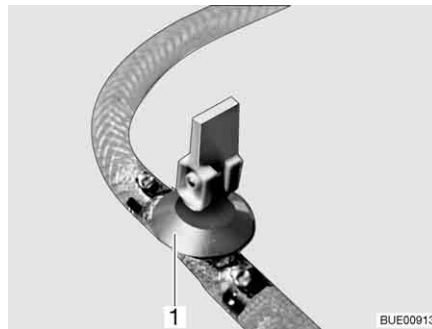
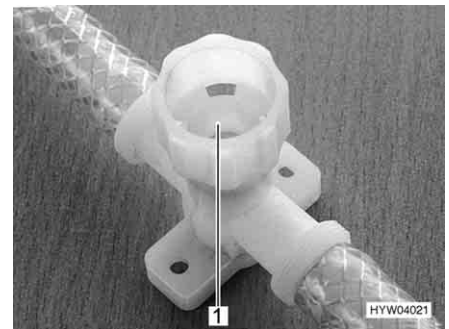

Bild 207 Ablasshahn (mit Kipphebel)
Bild 208 Ablasshahn (mit Drehkappe)
- Alle Ablasshähne schließen. Dazu den Kipphebel des Ablasshahns (Bild 207, 1) waagrecht stellen oder die Kappe des Ablasshahns (Bild 208, 1) im Uhrzeigersinn drehen.